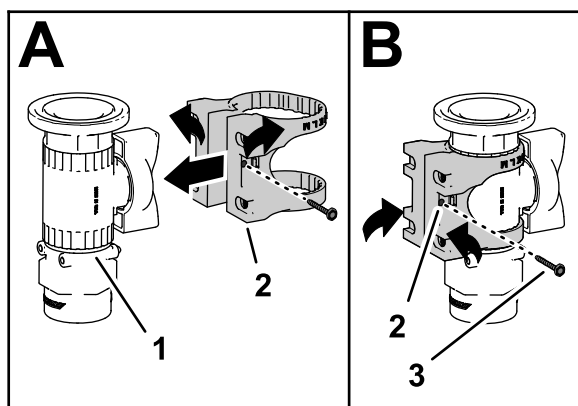

Figure 18
3. Assemblez le support de vanne sur la vanne de coupure, comme montré dans l'encadré A de la Figure 18.
puis serrez la vis à la main (encadré B de la Figure 18).